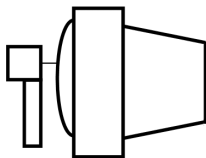

Рис.2.
7.2.2 При измерении яркости экранов мониторов ПК расположите фотометрическую головку с зондом прибора параллельно плоскости экрана на расстоянии 1–4 мм. Входные окна фотоприёмников должны быть обращены по направлению к плоскости экрана, при этом диаметр измеряемой площадки не превышает 7–9 мм (Рис.2).